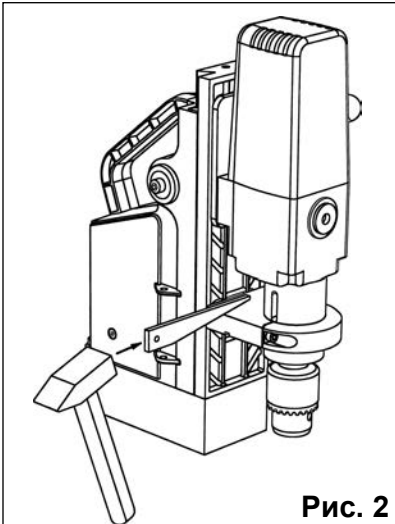

Рис. 2
1. Извлеките сверло из патрона (Рис. 2):